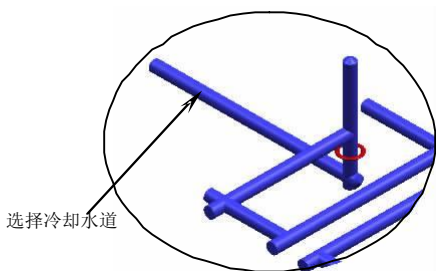
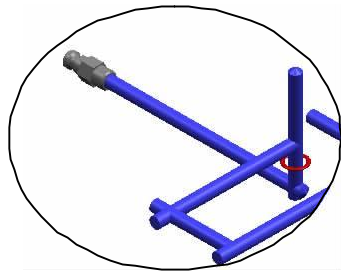

图5-96
图5-97
18. 以相同方法创建水嘴，其参数与选项设置相同，选择冷却水道，如图 5-96 所示，结果如图 5-97 所示。